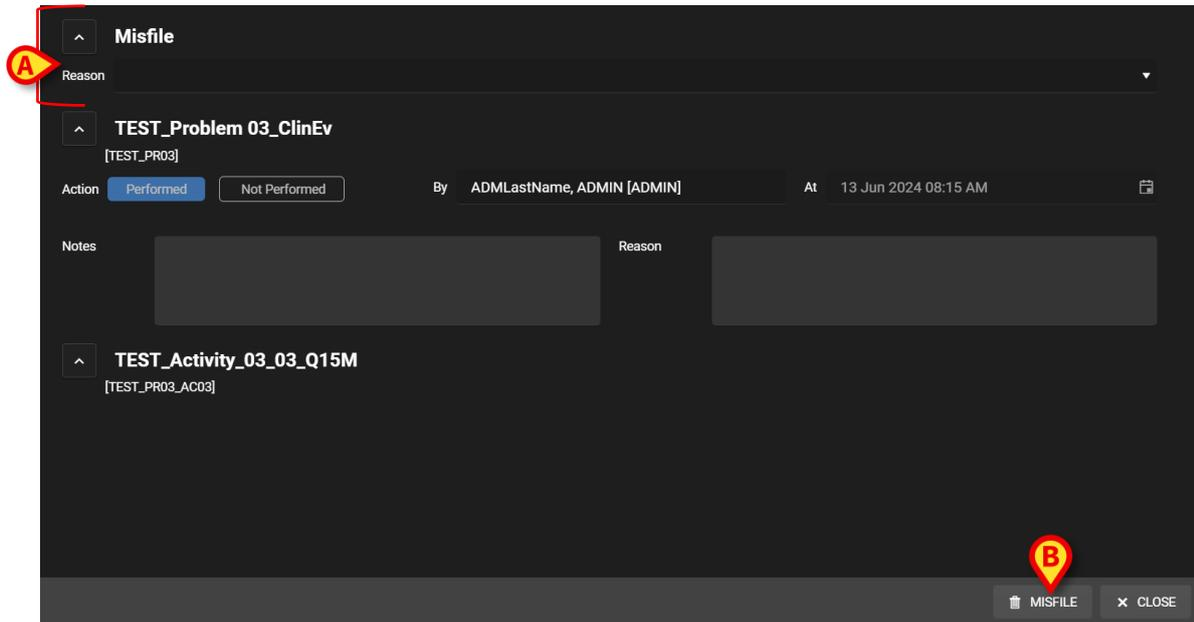

Fig 90
En la ventana (Fig 90 **A**) se habilita la sección "Misfile" (Archivar como incorrecto), que incluye el campo "Reason" (Motivo).
- Vuelva a pulsar el botón **Misfile** (Archivar como incorrecto) (Fig 90 **B**).